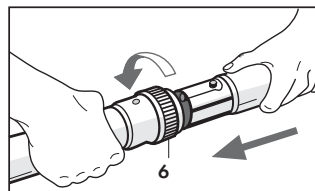

Fig. 19
Per l'accoppiamento dei tubi e degli accessori è sufficiente inserire la parte terminale maschio dell'uno nella parte femmina e ruotare la ghiera di bloccaggio (6) nella direzione indicata (Fig. 19).